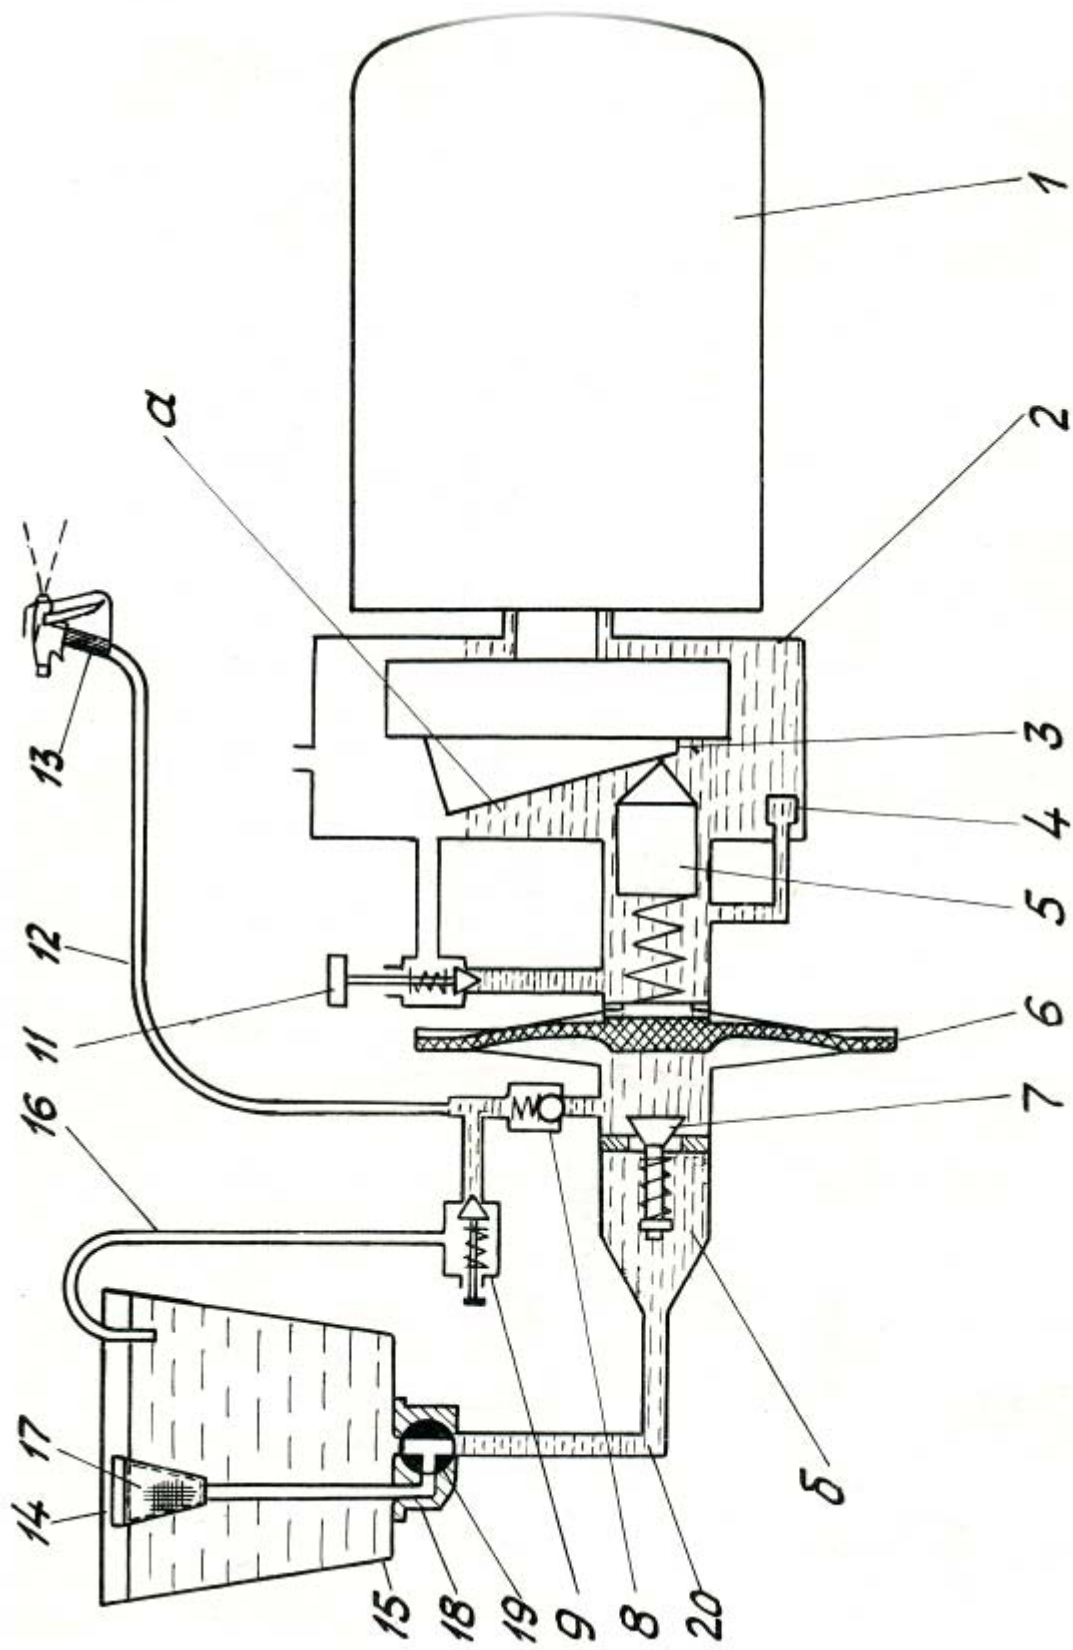

**Рис. 3.** Гидравлические схемы окрасочных агрегатов: сверху – агрегата 2600 НА, справа — агрегата 7000 НА и 7000 Н—I. "а" — масло гидропередачи,- „б" — краска.
5.1 Общие виды окрасочных агрегатов 2600 НА, 7000 НА и 7000 Н—I приведены на рис. 1 и 2, а гидравлические и электрические схемы на рис. 3, 4 и 5.